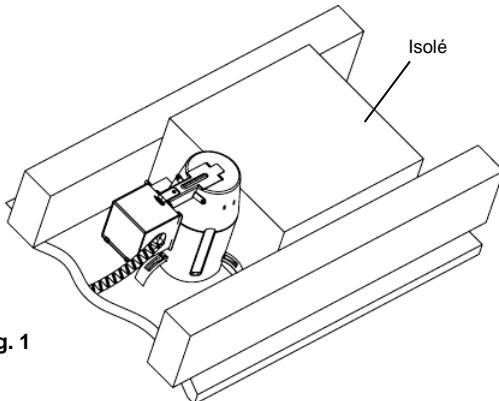

Fig. 1
À NOTER : Ce luminaire est conçu pour les plafonds isolés. Il peut entrer en contact direct avec l'isolant thermique. Il peut être entièrement recouvert d'isolant thermique, tel qu'ilustré ci-dessous. De plus, toute partie du luminaire peut entrer en contact direct avec un matériau combustible, telle une solive de plafond ou du bois de plancher. (FIG. 1).
2. Retirez l'isolant de manière à permettre un dégagement de 7,6 cm (3 in.), tel qu'indiqué dans la partie « **MISE EN GARDE** », au début du mode d'installation. (Voir Fig. 1)